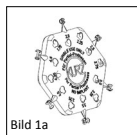

Bild 1a
■ **Bild 1a, 1b/2** Tolkskivan (Bild 1a, 1b) för partialproteser har sex separata tolkar av olika längd (2,0 - 4,5 mm) som är fastgjorda i satellitform. På baksidan av varje tolk anges motsvarande längd (Bild 2). Öppningarna och borrhålen är till för att minska vikten, såväl som att ge bättre översikt under mätningsförloppet i mellanörat.